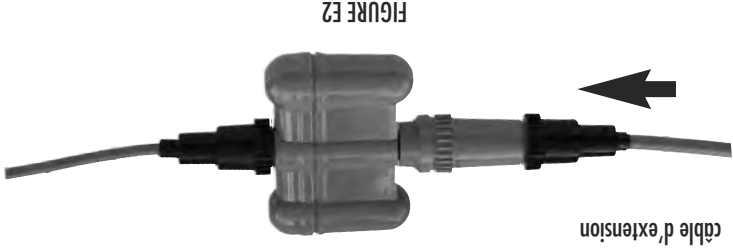

FIGURE E2
4) Insérez la fiche bleue du câble d'extension dans l'extrémité ouverte du raccord pivotant, en vous assurant que le joint est bien en place avant de faire le branchement (Figure E2).